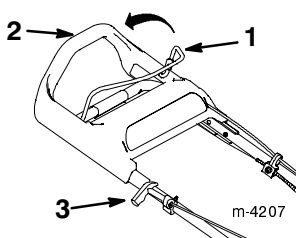

Abb. 12
3. Den Schnittmesserbetätigungsbügel gegen die obere Griffstange halten (Abb. 12).
4. Leicht am Startergriff ziehen, bis Widerstand gespürt wird. Dann kräftig ziehen (Abb. 12). Das Seil langsam zum Griff zurückkehren lassen.